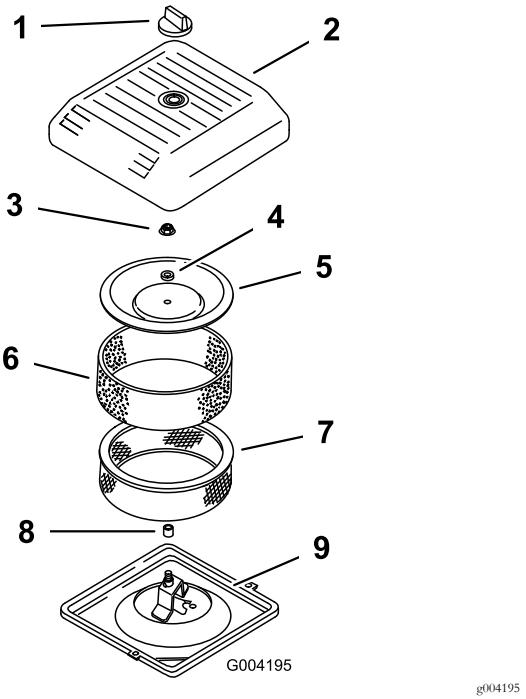

Figura 43
3. Desaperte o botão e retire a cobertura do filtro de ar (Figura 43).
4. Faça deslizar cuidadosamente o filtro prévio de esponja do elemento de papel (Figura 43).
5. Desaperte a porca da cobertura e retire a cobertura, o espaçador e o filtro de papel (Figura 43).
2. Coloque a estrutura do filtro do ar na base do filtro do ar (Figura 43).
- Coloque a cobertura, o espaçador e aperte com a porca da cobertura (Figura 43). Aperte as porcas com 11 N·m.
- Coloque a cobertura do filtro de ar e fixe-a com o botão (Figura 43).